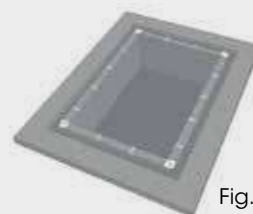

Fig. 2
- 2 En todo el perímetro, y a partir de las piezas de las esquinas, se trazan marcas cada metro lineal. Fig. 2